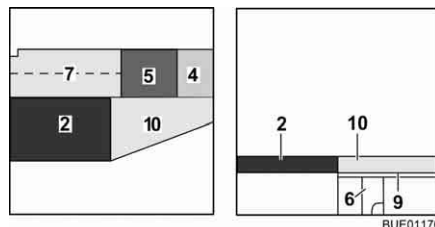

Fig. 137 Après la transformation
- Placer le coussin d'assise (Fig. 137,5) au centre.
- Placer le coussin de dossier (Fig. 137,4) entre le coussin d'assise et la cloison.
- Placer le coussin supplémentaire (Fig. 137,10) sur la rallonge latérale de lit.